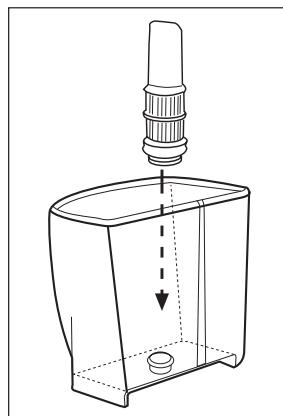

Fig. 21
Inserire il filtro addolcitore nel serbatoio dell'acqua (8) (**Fig.21**)